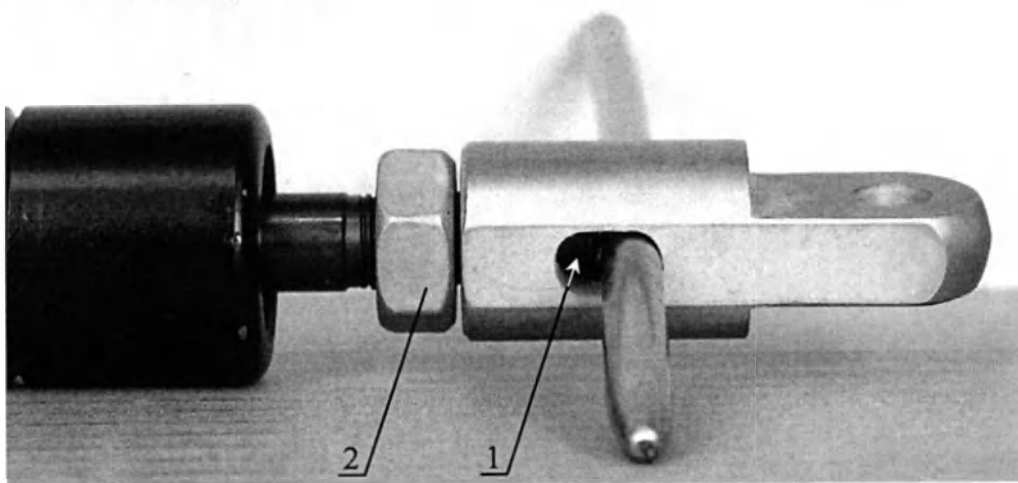

Рисунок 16. Регулировка газовых пружин.
- 12.5.2 Вставьте пруток $\varnothing 5$ в паз головки (Рисунок 16) и вверните головку до соприкосновения с фиксатором пружины 1, затяните гайку 2.